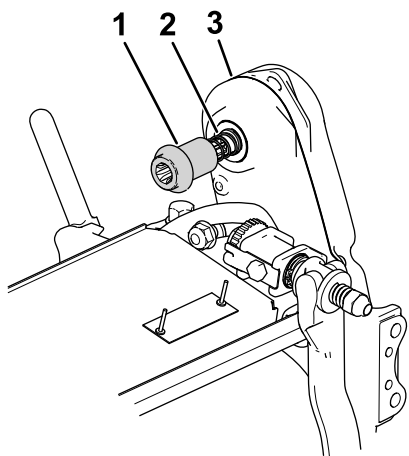

Figura 7
4. Montați elementul de cuplaj i arcul la ansamblul de acionare a cilindrului al unității de tăiere (Figura 7).
5. Asigurați-vă că elementul de cuplaj (Figura 7) se poate mișca ușor înainte i înapoi pe arborele de transmisie.